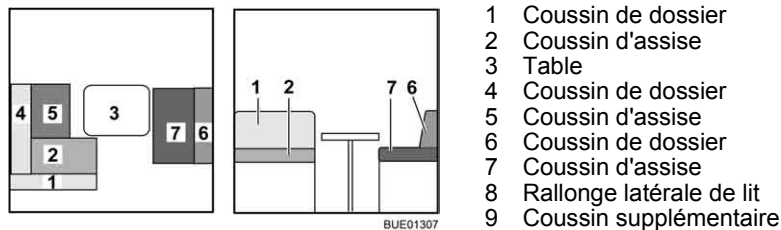

Fig. 153 Avant la transformation
- Convertir la table (Fig. 153,3) en sommier de lit (voir paragraphe 6.11).
- Enlever le coussin de dossier (Fig. 153,1) et le placer de côté.